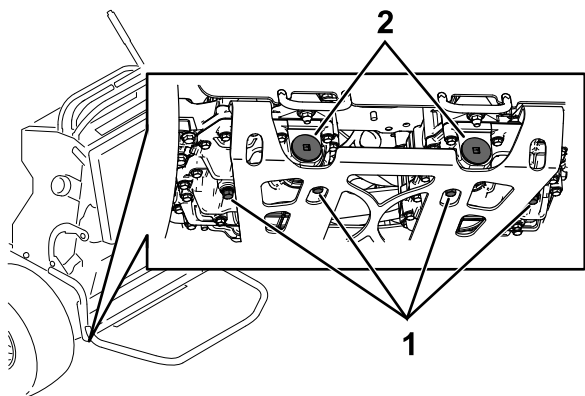

Bild 76
5. Stellen Sie eine Auffangwanne unter die Ablassschraube an der Unterseite jedes Getriebes (Bild 76).